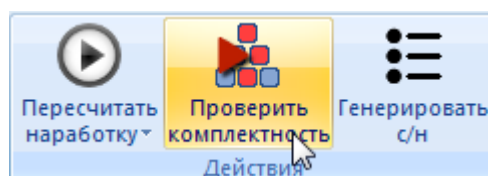

Рис. 20-31 – Панель «Действия»
- 1) Открыть рабочее окно «Экземпляры» и нажать кнопку «Выделять комплектность» панели «Структура» (рис. 20-31).
1) Выбрать один или несколько экземпляров и нажать кнопку «Проверить комплектность» панели «Действия» (рис. 20-31).